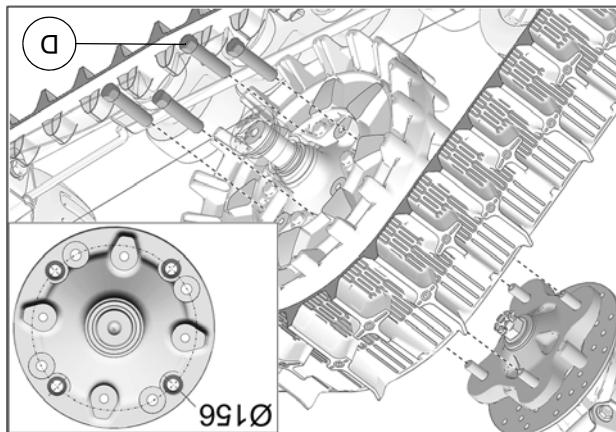

Fig. 11
10. Fixer le système de traction au moyeu de roue arrière. Utilisez le cercle de perçage de Ø156 mm et les écrous de roue M12 (D) fournis. Voir la Fig. 11